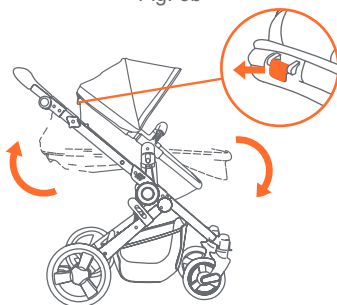

Fig. 7a
- 7) • El asiento se puede ajustar en las posiciones erguida, reclinada y transporte carruaje. Tire del botón de reclinación en la parte trasera del asiento y gire el asiento en la posición deseada (Fig. 7a).